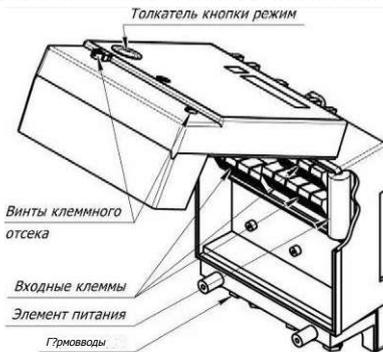

рис. 4.1
**4.1** Основные элементы тепловычислителя изображены на рис. 4.1, габаритные размеры - на рис. 4.2.